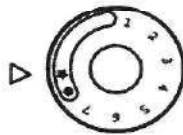

Рисунок 3
2.3.4.2 Ручка управления переводится в положение «искра» * (рисунок 3).